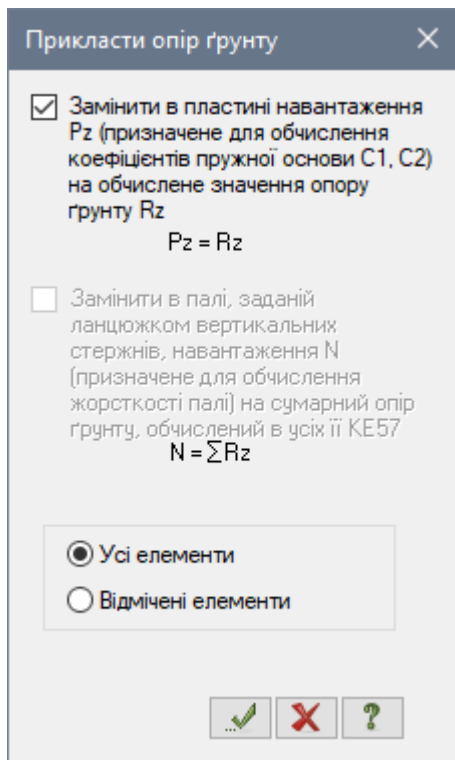

Рис. 9.37. Діалогове вікно Прикласти опір ґрунту
- В діалоговому вікні **Прикласти опір ґрунту** (рис. 9.37), що з'явилося, при увімкненій радіо-кнопці **Усі елементи**, натисніть на кнопку  – **Застосувати**.